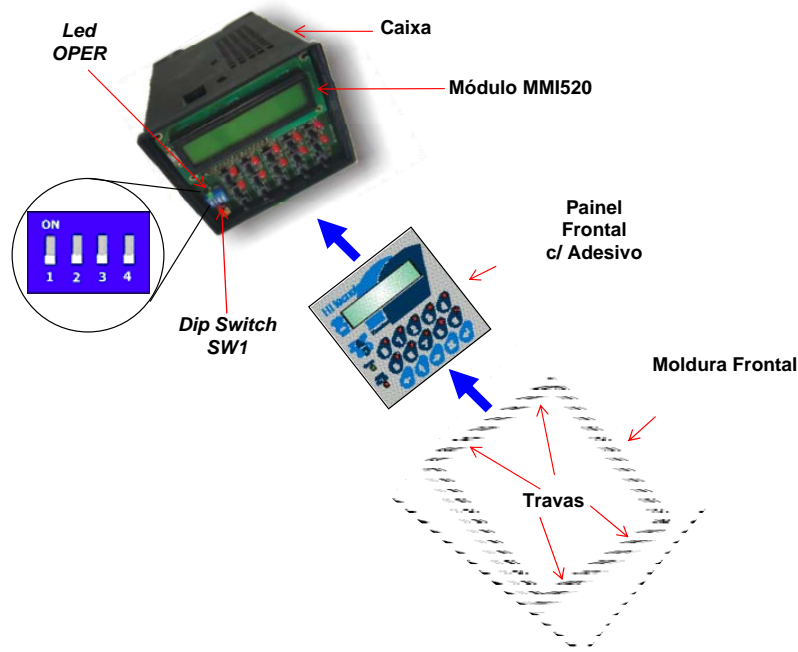

Figura 2: Localização da dip-switch de inicialização do ZAP500
3. Localizar a "dip-switch" SW1, conforme apresentado na figura 2 a seguir:
2. Localizar a "dip-switch" SW1, conforme apresentado na figura 2;